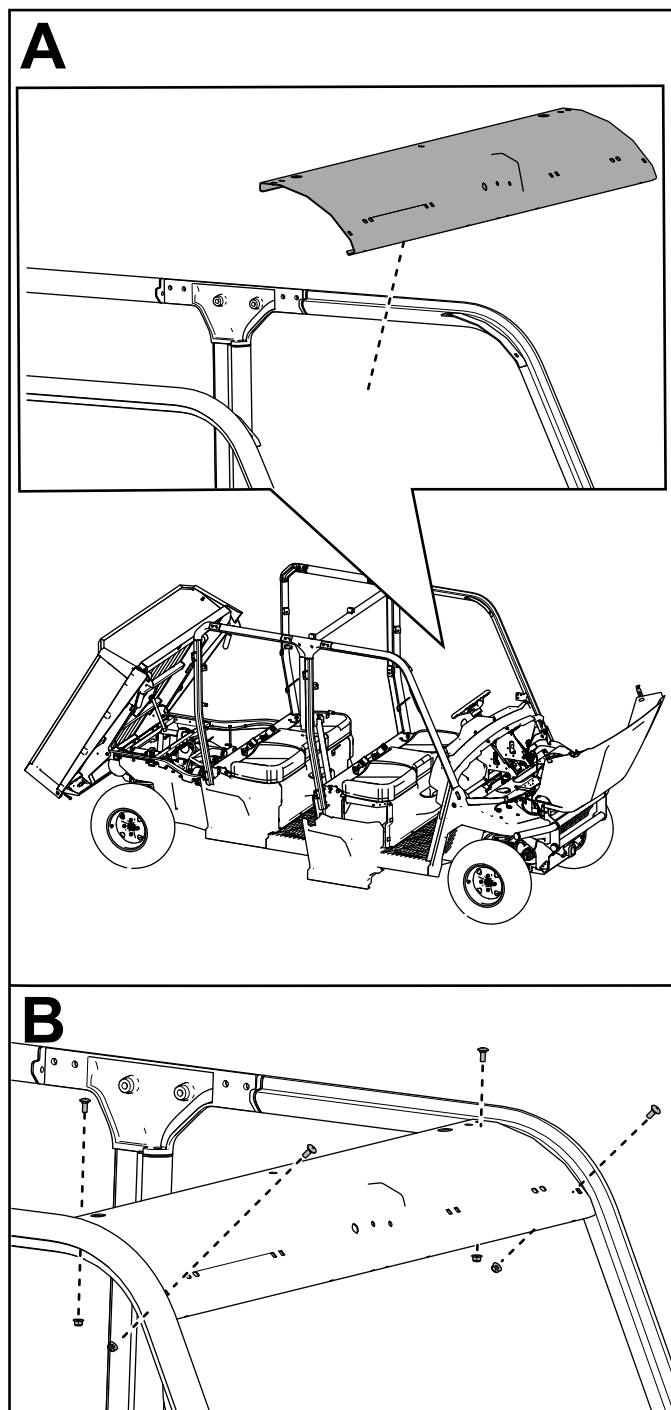

Figure 48
15. Fixez la barre transversale avant aux barres avant de l'arceau de sécurité à l'aide de 4 boulons de carrosserie ( $\frac{5}{16}$  x  $\frac{3}{4}$  po) et 4 contre-écrous ( $\frac{5}{16}$  po), comme montré à la Figure 48.